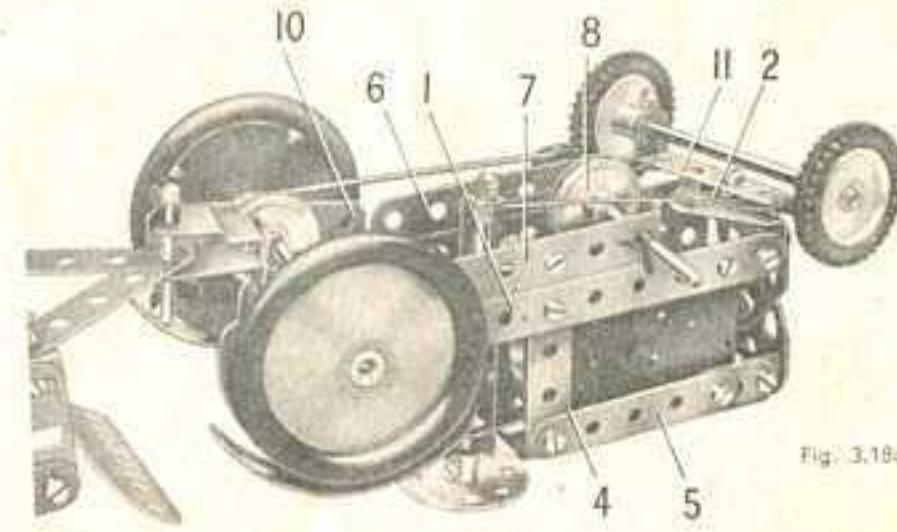

Fig. 3.18a
Chaque côté du châssis du tracteur est constitué par une bande de 11 trous (1). Ces bandes sont réunies à l'avant par une embase triangulaire coudée (2) vissée sur des équerres, et à l'arrière par une bande de 5 trous (3), également fixée sur des équerres. Deux embases triangulées plates, boulonnées ensemble, sont fixées sur le rebord de l'embase triangulaire coudée (2). Une bande de 5 trous (4) est fixée sur chacune des bandes (1). Les extrémités supérieures des bandes (4) sont réunies à des bandes de 5 trous (5) prolongées par des supports plats. Les bandes (5) sont reliées au radiateur par des équerres. Un moteur Magic est boulonné directement sur l'une des bandes (fig. 3.18a). Le dessus du capot est constitué par deux plaques flexibles de 6 x 4 cm. fixées sur des équerres boulonnées aux bandes (4). Une bande de 5 trous (6) et une bande courbée de 60 x 12 mm. (7) sont boulonnées aux extrémités inférieures des bandes (4); elles soutiennent une tringle de 9 cm. qui est munie d'une poulie de 25 mm. (8) reliée par une courroie de transmission à la coulisse du moteur; la tringle porte également une poulie de 12 mm. (9) qui entraîne une poulie de 25 mm. montée sur l'essieu arrière. La poulie de 12 mm. est fournie avec le moteur Magic. L'essieu arrière est une tringle de 10 cm. qui passe dans des plaques semi-circulaires (10) fixées aux derniers trous de la bande (3) par des équerres renversées.